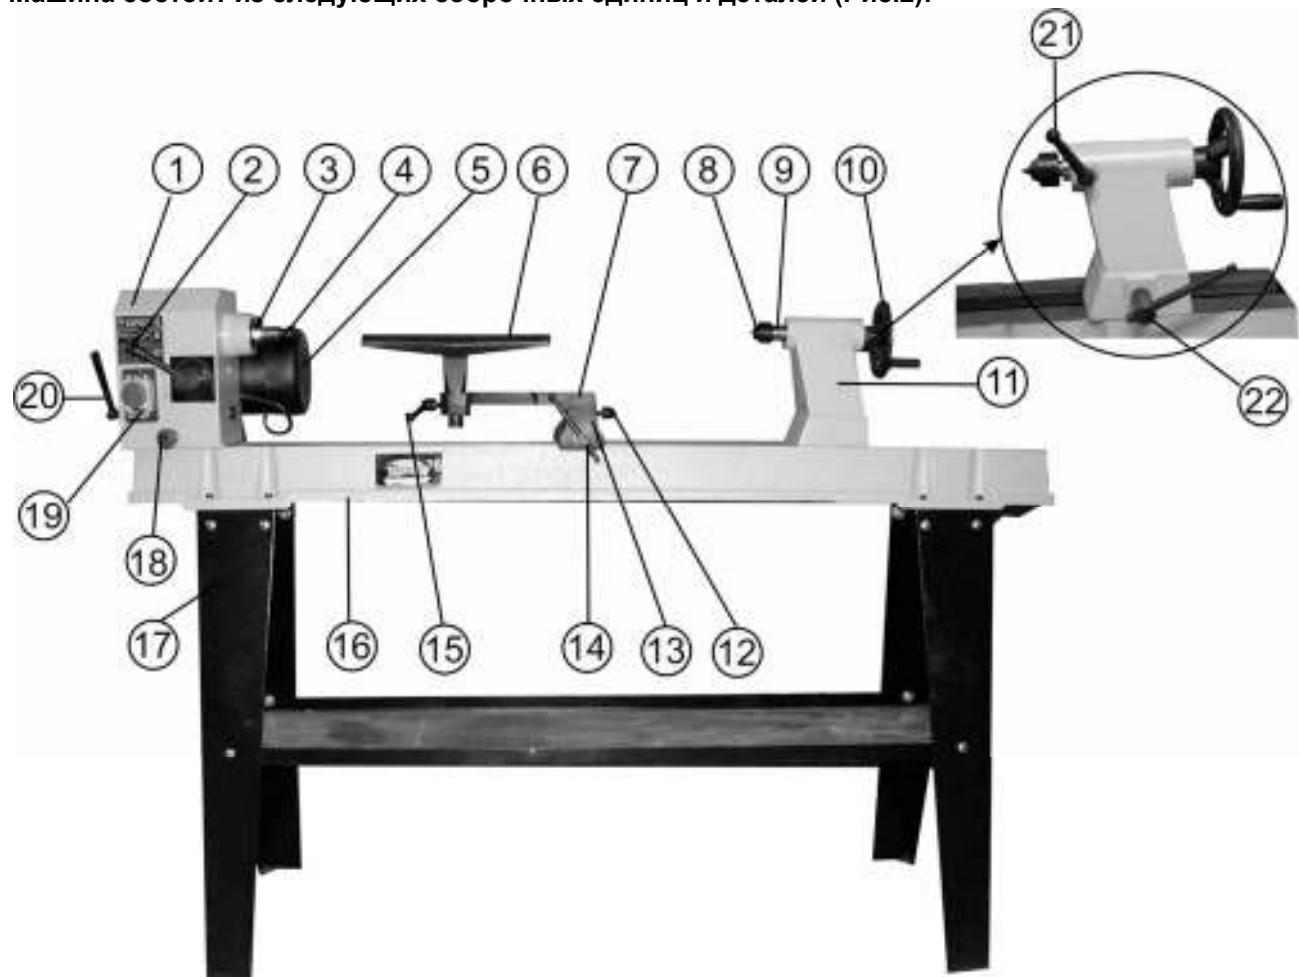

Рис.2
**7.1. Машина состоит из следующих сборочных единиц и деталей (Рис.2):**
- 8.4.3. Вставьте центр задней бабки (8) в конусное отверстие пиноли (9), Рис.2.
- 8.4.4. Для снятия центра задней бабки (8) поверните маховик задней бабки (10) против часовой стрелки при нахождении пиноли в крайнем заднем положении, Рис. 2.